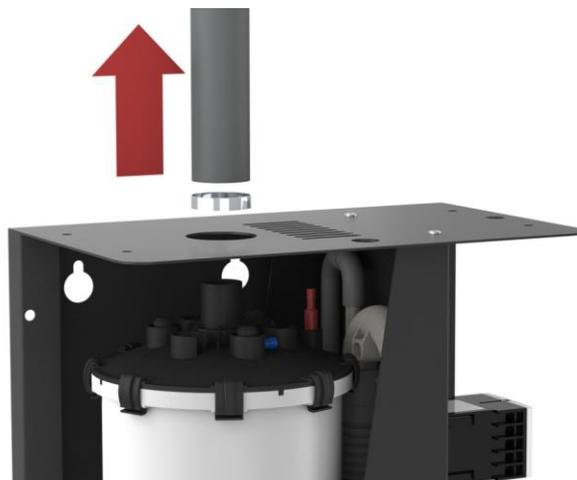

Fig. 10
2. Retirer le tuyau de vapeur en desserrant le collier et en le tirant vers le haut. (Fig.10).